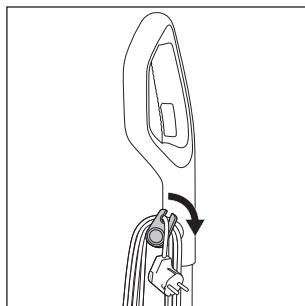

Fig. 12
- ◆ Déroulez le cordon d'alimentation ⑯ entièrement du support de cordon supérieur et inférieur ⑯/⑳. Pour dérouler rapidement le cordon d'alimentation ⑯ des supports de cordon ⑯/⑳, sortez légèrement le support de cordon supérieur ⑯ et tournez-le vers le bas (voir fig. 12).